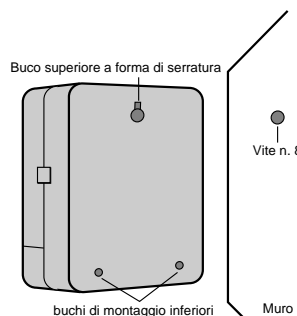

FIGURA 1: Installazione d'un programmatore per interni
- Avvitare una vite No. 8 in ognuno dei due fori sulla parte inferiore della scatola nella parete [vedere Figura 1].